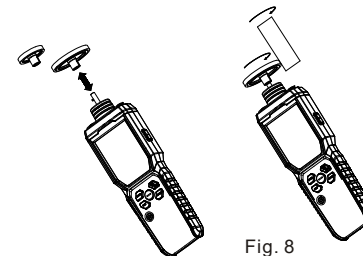

Fig. 8
4. Contatto--Misura della velocità/lunghezza della superficie (Fig. 8)